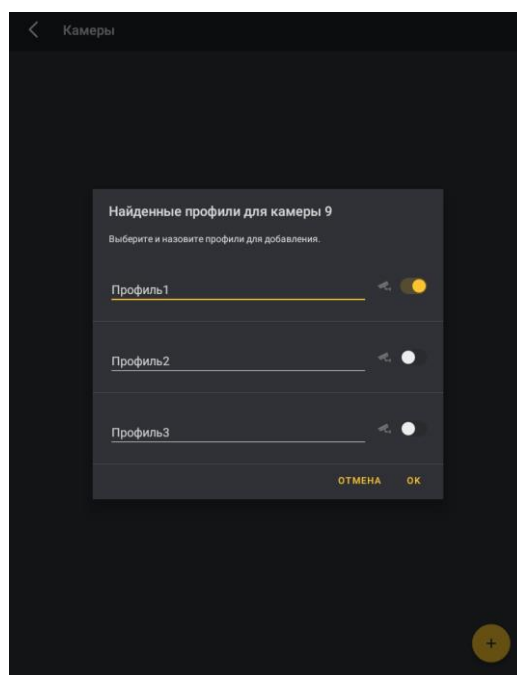

Рис. 12. Выбор потока камеры.
8. Выберите хотя бы один видеопоток (рис. 12). Различные потоки обеспечивают разное качество изображения. Коснитесь названия канала, чтобы изменить название камеры, отображающееся на экране «Список камер». Коснитесь , чтобы просмотреть изображение с камеры. Подтвердите выбор, касаясь «ОК».